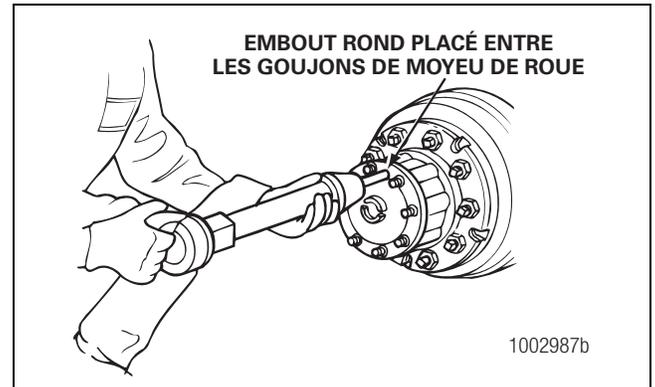

Figure 3.3
2. Placer l'embout rond contre l'arbre de roue ou le flasque, entre les goujons de moyeu de roue. Déplacer l'embout rond à divers endroits entre les goujons de moyeu de roue pour décoller les goujons coniques et l'arbre de roue du moyeu de roue. Figure 3.3.